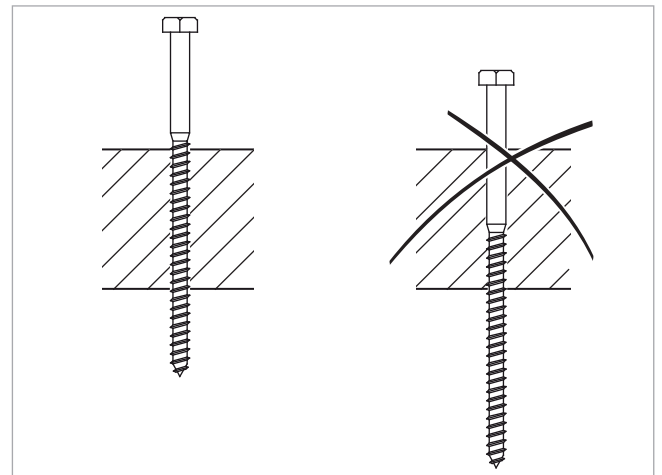

Fig. 58 : position de la vis à double filetage dans le bois
2 Position de la vis → fig. 58
- 2 Position de la vis → fig. 58